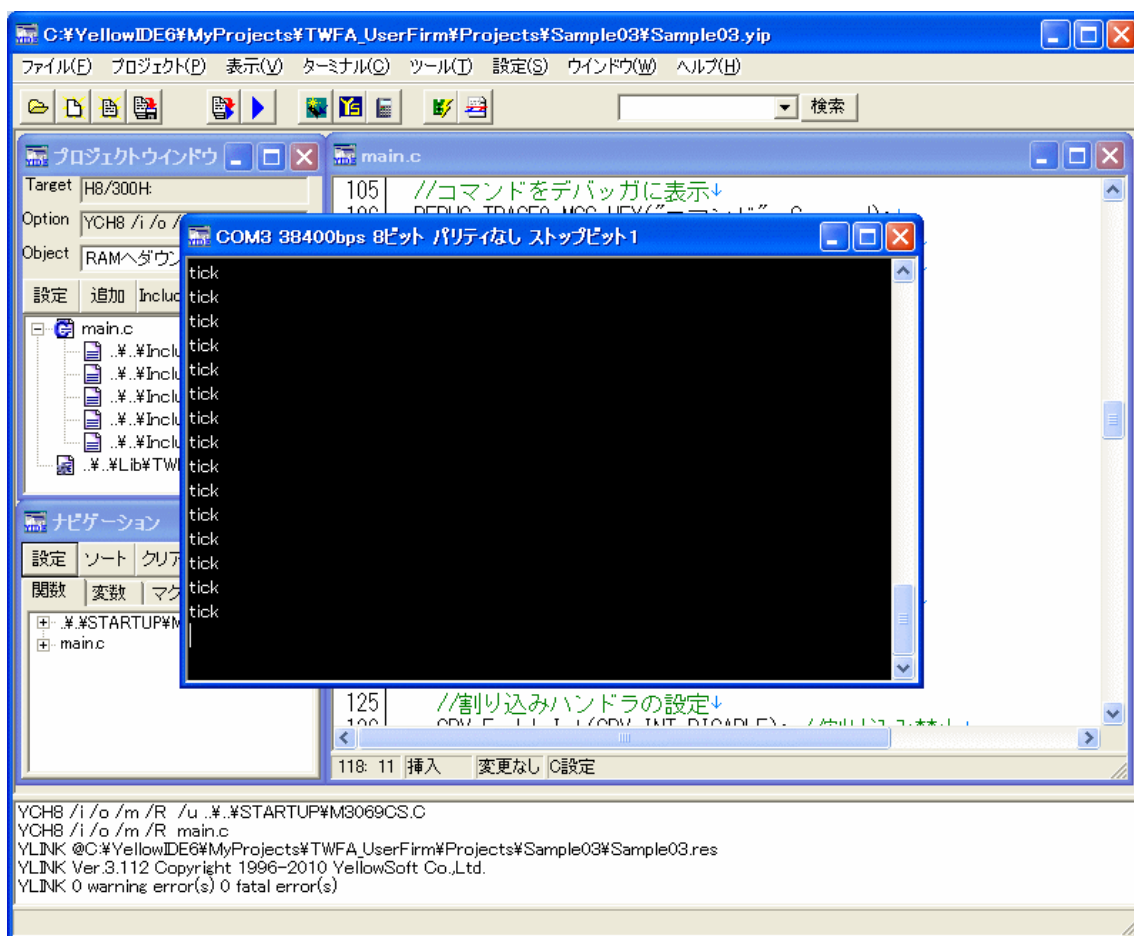

図 50 Sample03 の実行結果
- 再び「ATF Maker」の画面に戻って、[Command] 欄に“4”と入力し、[送信] ボタンを押してください。正しく動作している場合、『YellowIDE』のターミナル画面に“tick”という文字が 1 秒毎に表示されます(図 50)。